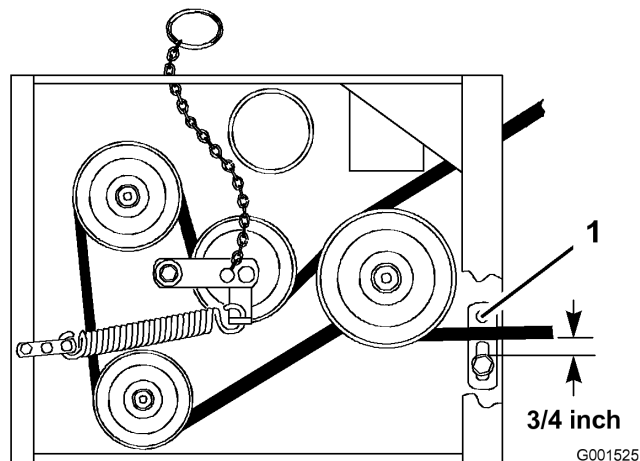

Figura 41
8. Compruebe que la guía de la correa, situada debajo del bastidor del motor, está ajustada correctamente (Figura 41).
Nota: La distancia entre la guía de la correa y la correa del cortacésped debe ser de 19 mm (3/4 pulg.) cuando la correa del cortacésped está engranada (Figura 41). Ajuste la correa del cortacésped si es necesario. La correa no debe rozar ni salirse de la polea si las guías y la tensión de la correa están correctamente ajustadas.